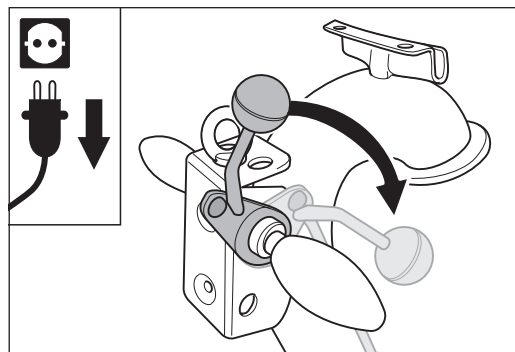

Abb. 56 Den Ablasshebel am Handgriff nach unten drücken. Dadurch wird die Schleifwalze auf den Boden abgesenkt.
- 10 Drücken Sie den Ablasshebel am Handgriff nach unten (Abb. 56). Dadurch wird die Schleifwalze auf den Boden abgesenkt.